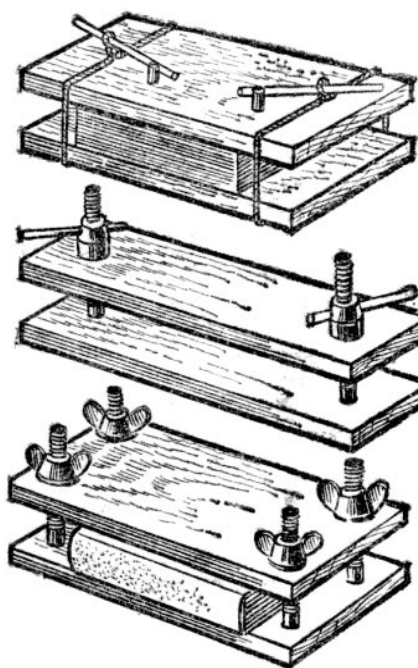

Рис.1
1. Пресс (рис.1) применяется при сушке переплетных изделий, а также при обрезке шитых, склеенных печатных изданий. Самый простой изготавливают из двух гладко обструганных досок толщиной не менее 20 мм и струбцин. Вместо струбцин можно использовать веревки и палки-воротки. Если Вы хотите серьезно заниматься переплетным делом, то не по-
жалейте материала, времени и труда и сделайте пресс для переплета - один из тех, что показаны на рис.1. Размеры пресса должны быть не менее 300...350 мм шириной и 350...400 мм длиной. Болты с барашками и с резьбой - не менее 12...16 мм.